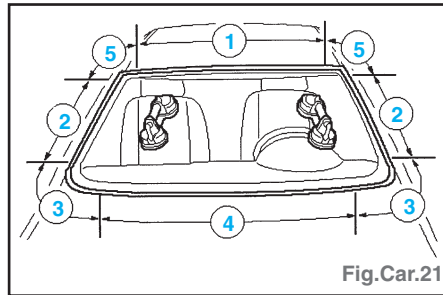

Fig.Car.21
- De l'intérieur du véhicule, couper l'adhésif au PU aux profondeurs maximum données (Fig.Car.21) :